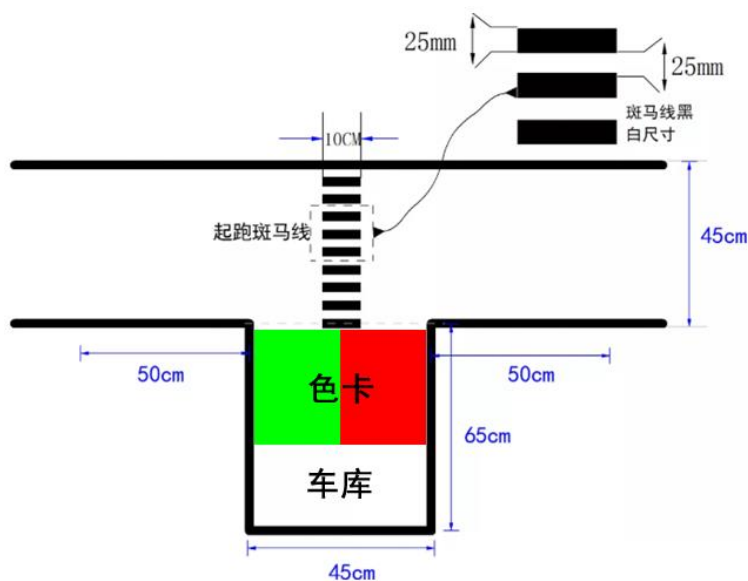

图 2 斑马线和车库示意图
① 斑马线：从前车冲过起跑斑马线（起跑线）开始计时，后车跟随前车运动。2 车按规定要求运行 1 周后，后车通过起跑斑马线（终点线）结束计时，其示意图如图 2 所示。
② 车库：赛道旁设置的方形区域，其示意图如图 2 所示。
车库内放置的色卡大小为 A4 纸，红、绿、蓝三种均为标准色，放置方式如图 2 所示。